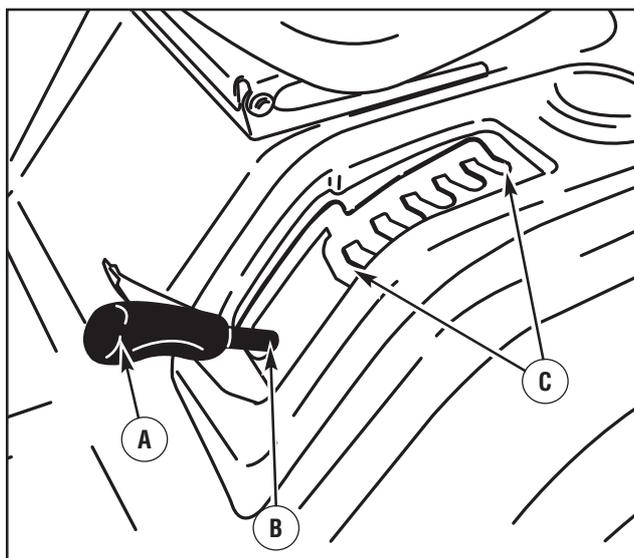

Figura 34: Regolazione della leva
- Portare la **leva di sollevamento della base** alla posizione **REGOLAZIONE LIVELLO** (figura 34).